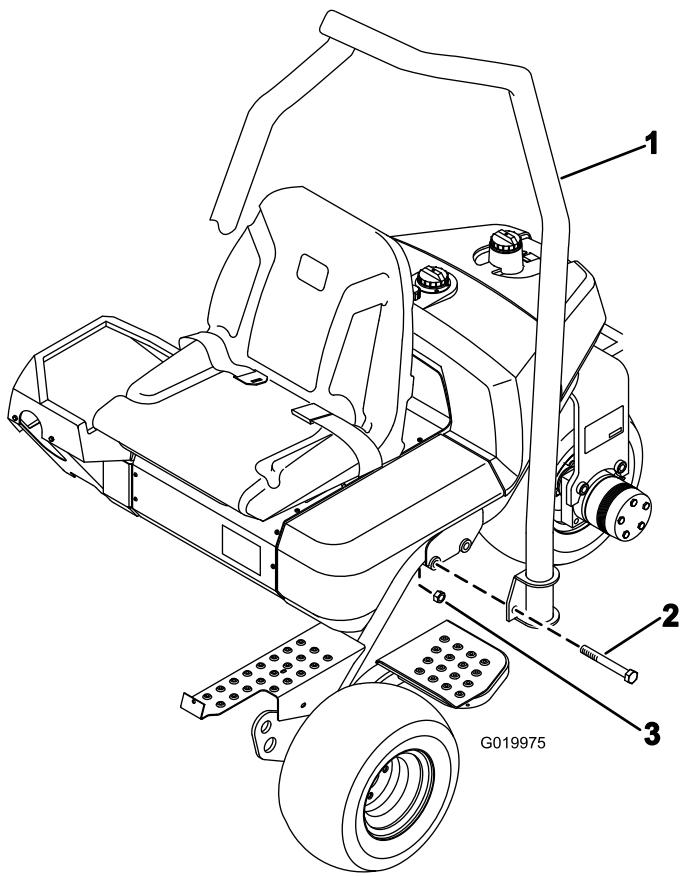

图7
1. 调整翻车保护杆的位置使钢管的顶部弯向机器前面图7。
- 2. 将翻车保护杆放低到机架上使其与安装孔对齐图7。
- 3. 如图7所示用2个螺栓 $\frac{5}{8}$ 英寸 \times $4\frac{1}{2}$ 英寸和锁紧螺母将翻车保护杆的两侧固定到机架上。